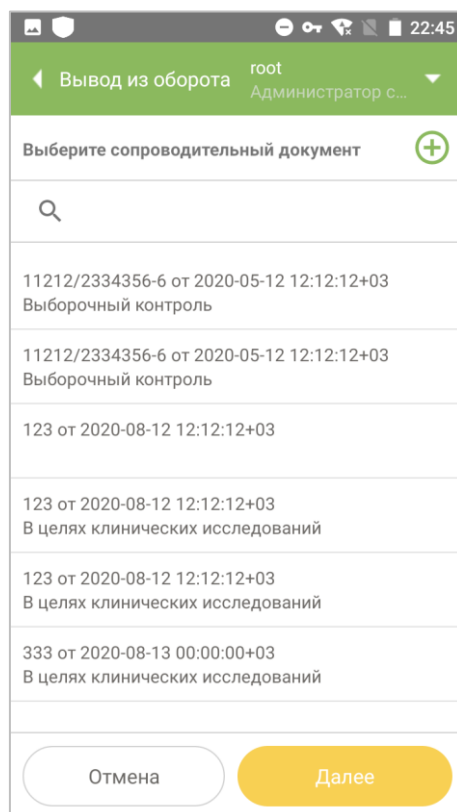

Рисунок 11.8
1. Нажать на иконку «Вывод из оборота» в главном меню приложения. Откроется окно со списком сопроводительных документов (Рисунок 11.8).